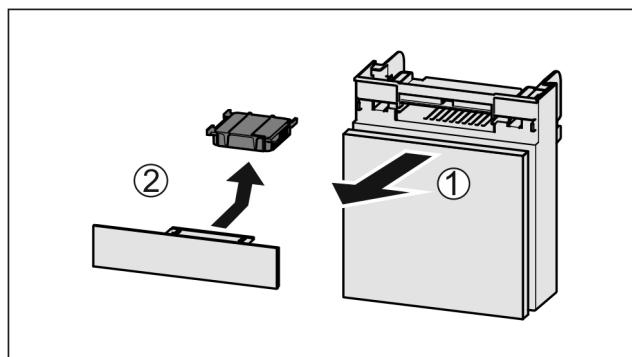

Fig. 38
- Zásuvku vytáhněte dopředu Fig. 38 (1).
- Filtr s aktivním uhlím vyjměte Fig. 38 (2).